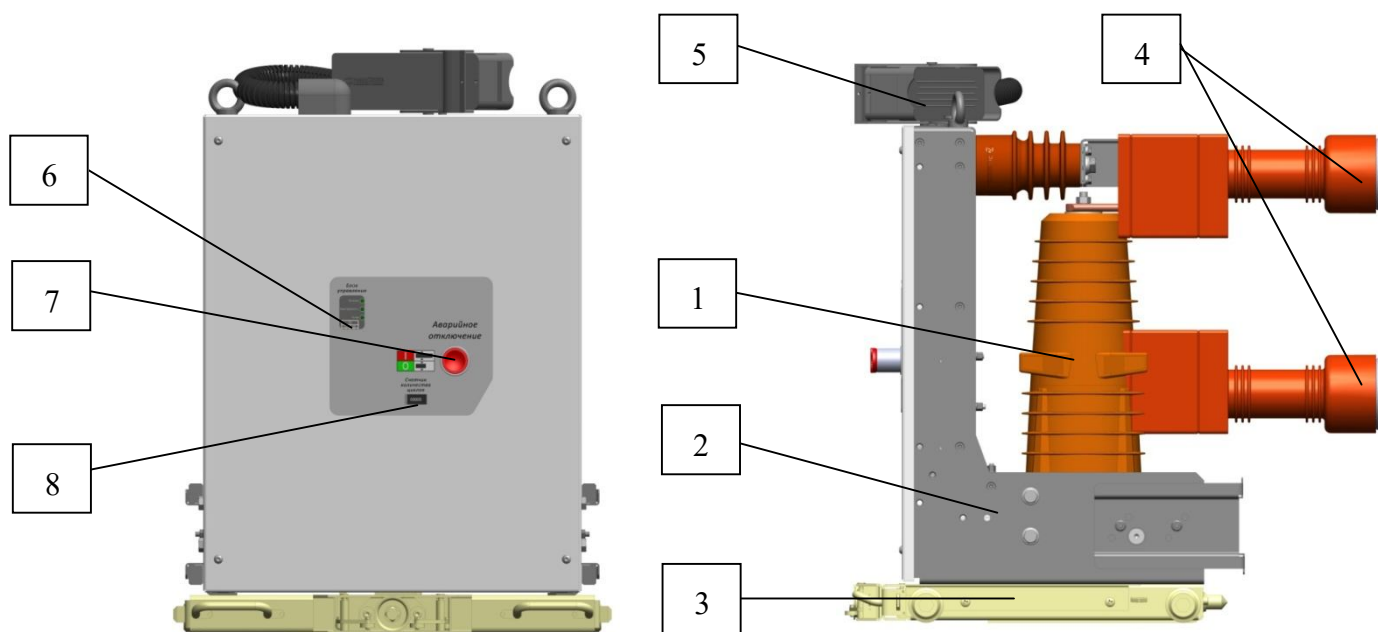

Рис. 11 Выкатной элемент
4.2.1. Общий вид и основные конструктивные элементы выкатного элемента показаны на рис.11.